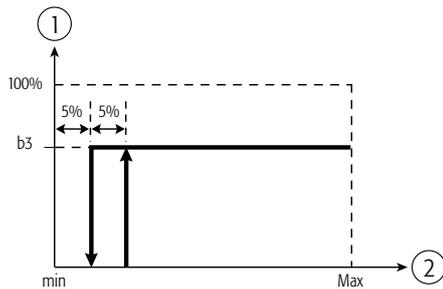

Fig. 7.b
7.4.1 Algoritmo "C" (TODO/NADA Fig. 7.b)